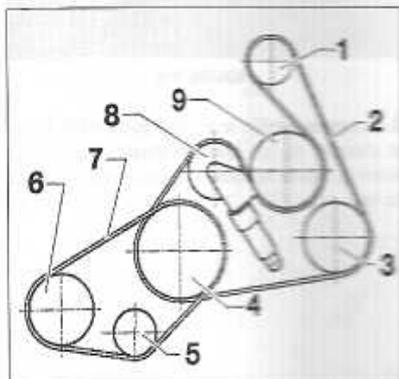

FIGURE 8-3
**À la repose,** reposer la courroie (figure 8-3) et procéder dans l'ordre inverse de la dépose.